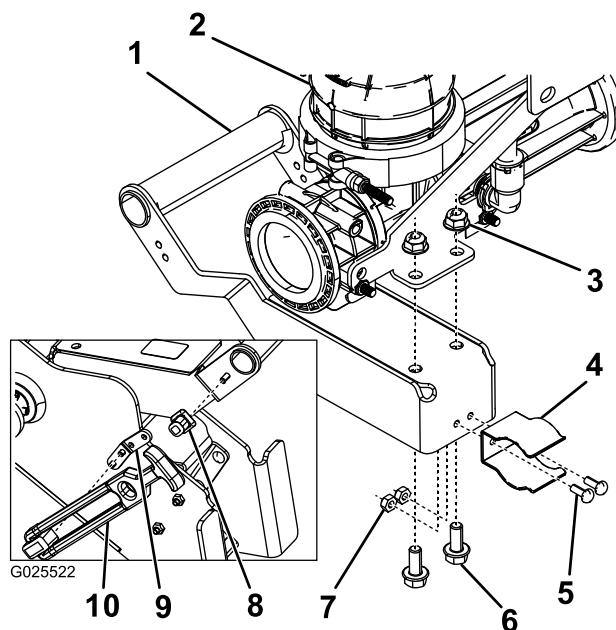

Рисунок 16
1. Присоедините стойку защелки к рукоятке эдуктора с помощью болта с шестигранной головкой (Рисунок 16).
2. Присоедините удлинительный кронштейн к основной опорной раме с помощью двух болтов с шестигранными головками (Рисунок 16).
3. Подсоедините рукоятку защелки к удлинительному кронштейну (Рисунок 16).
4. Присоедините рукоятку к эдуктору с помощью двух болтов с фланцевыми головками и гаек с фланцевыми головками (Рисунок 16).